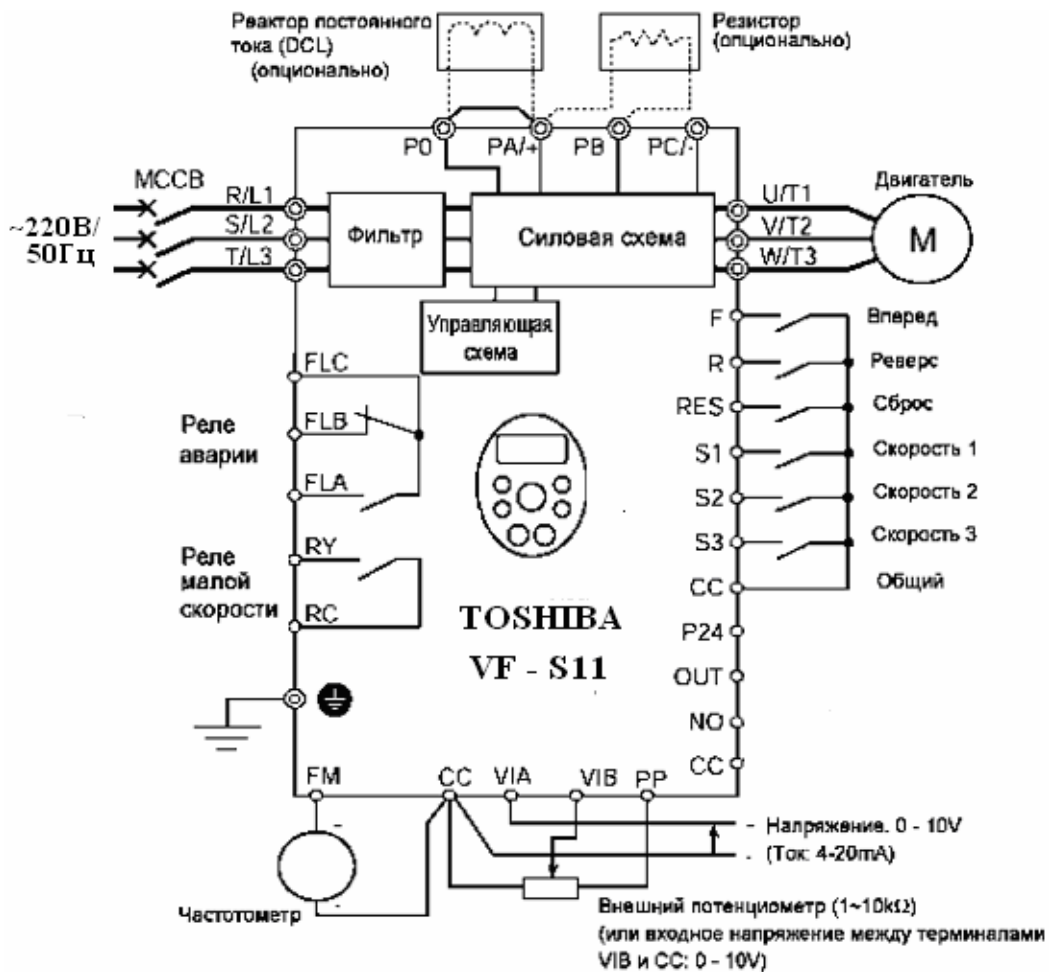

Рис. 1.8. Общая схема подключения силовых, управляющих цепей и опциональных устройств к ПЧ TOSHIBA серии VF-S11
5. Проверить правильность подключения силовых и управляющих цепей к ПЧ TOSHIBA типа VF - S11 - 4022PL на лабораторном стенде согласно рис. 1.8.